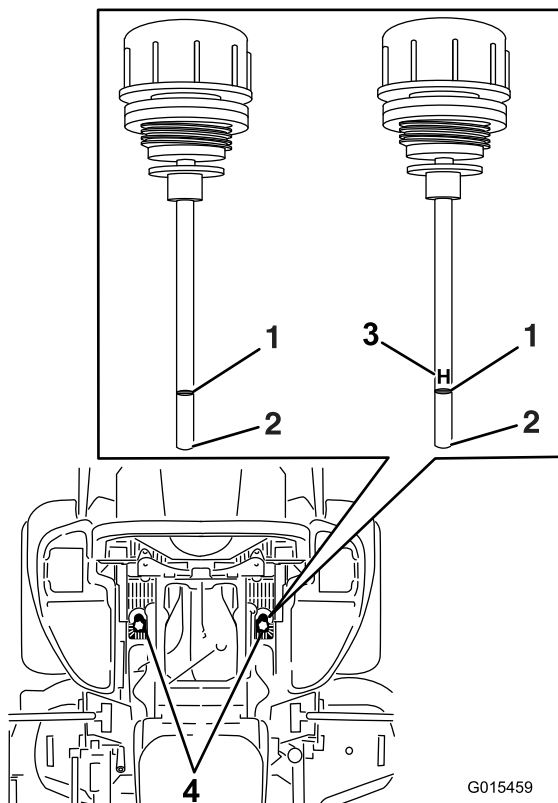

Figura 103
5. Limpie la zona alrededor de las varillas de los depósitos del sistema hidráulico (Figura 103).
6. Retire una varilla del depósito de aceite hidráulico (Figura 103).
8. Retire la varilla e inspeccione el extremo (Figura 103).